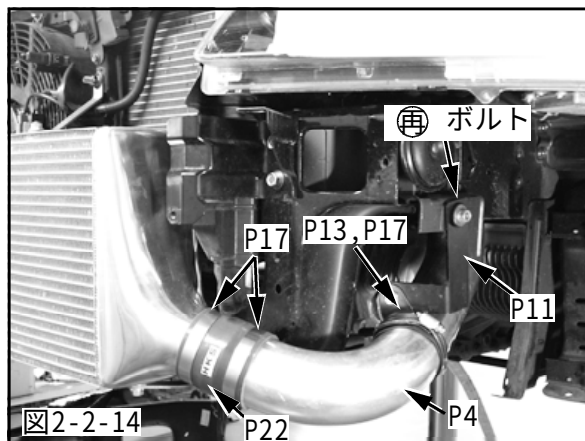

図2-2-14
(17) アウトレットパイプ№1をインタークーラコアAssyに仮付けしてください。(図2-2-14)
(18) 2-2. (8)で組立てたアウトレットパイプステーをアウトレットパイプ№1に仮付けしてください。
(図2-2-14)